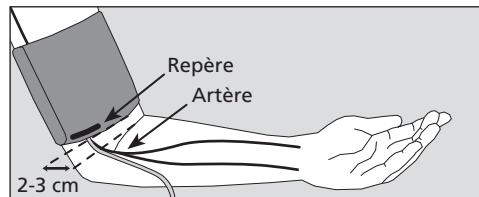

Figure 3
➔ Passez le brassard ouvert en forme d'anneau sur le bras jusqu'à ce que le bord inférieur du brassard se trouve à environ 2-3 cm du coude. Positionnez le brassard de manière à aligner le repère avec l'artère (voir figure 3).
**⚠** La boucle métallique ne doit **jamais** reposer sur l'artère (voir figure 3) car il pourrait en résulter des mesures erronées.